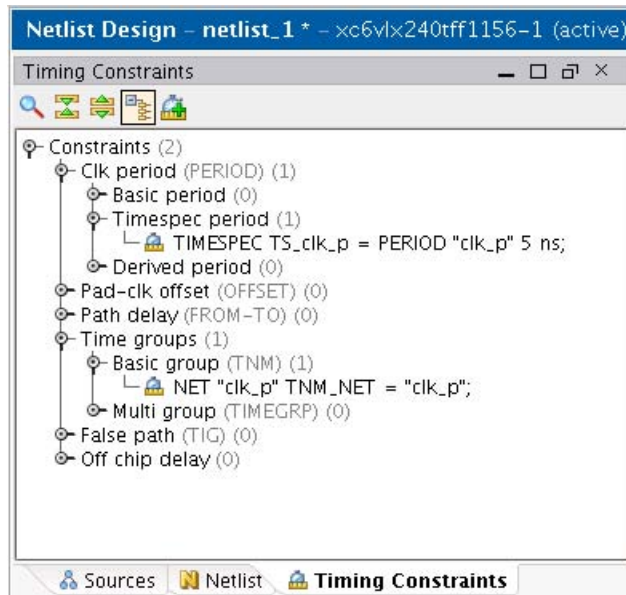

図 16 : [Timing Constraints] ビュー (pblock_U1_RP_Bram)
6. [OK] をクリックし、制約を追加します。[Timing Constraint] ビューは図 16 のようになっています。これが **clk_p** に接続される同期パスすべてを制約するグローバル タイミング制約です。これはリコンフィギュラブル パーティション用のタイミング制約ではありません。